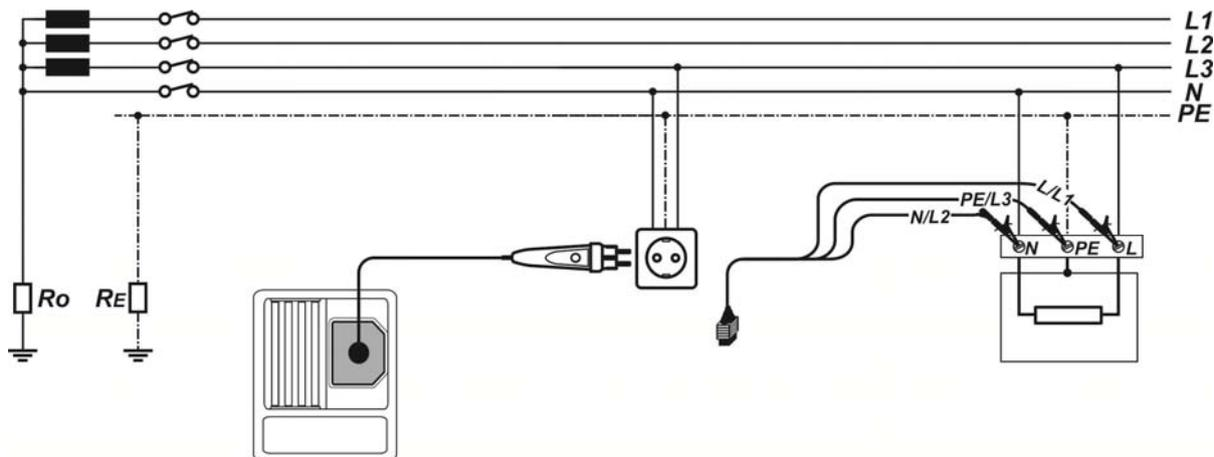

Abbildung 5.39: Anschluss des Commander-Prüfsteckers und der Dreileiter-Prüfleitung
- **Schließen** Sie die Prüfleitungen an den Prüfling **an** (siehe Abbildung 5.39).